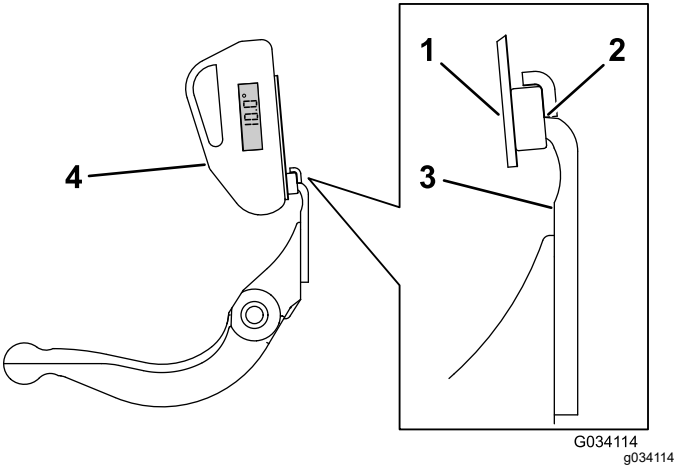

Рисунок 28
- 3. Установите крепление индикатора угла на кромке неподвижного ножа так, чтобы кромка магнита совпала с кромкой неподвижного ножа (Рисунок 28).
- 4. Установите индикатор угла на крепление, как показано на Рисунок 28.